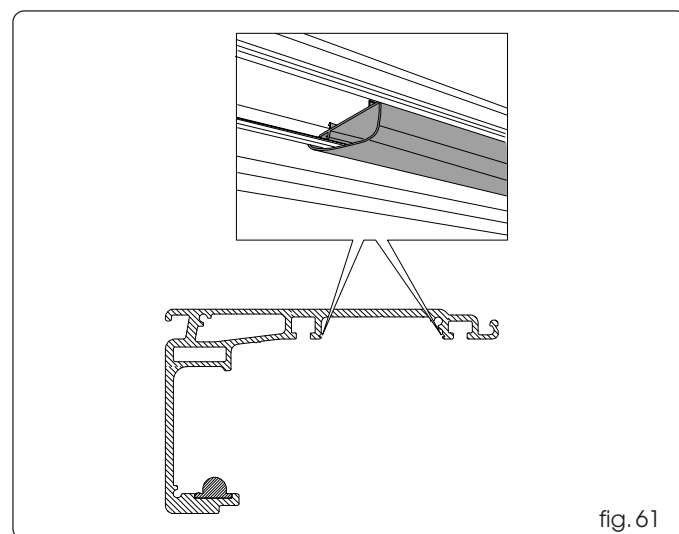

fig. 61
Insérer par pression les conduites passe-câble dans le logement du profil de soutien non occupé par le module d'actionnement d'après la fig. 61 réf. ①.